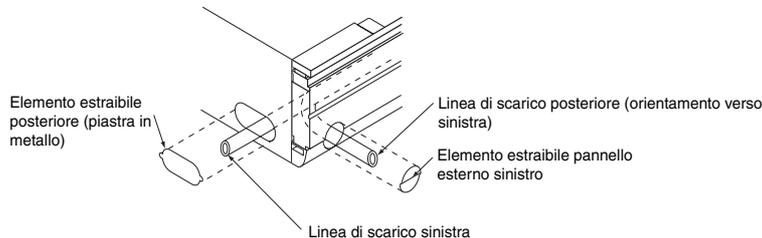

Fig. 20
(1) Fissare la tubazione di scarico
- Scegliere la direzione della bocca di uscita del tubo di scarico tra posteriore destra, destra, posteriore sinistra e sinistra. Consultare "Installazione della linea frigorifera" se si intende scegliere la direzione posteriore destra o destra oppure la Fig.20 per le posizioni posteriore sinistra e sinistra.